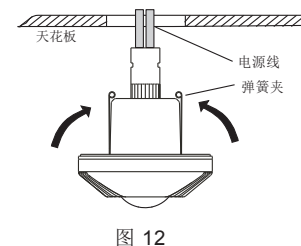

图 12
3.3.2.4 将传感器的两个弹簧夹插入钻好的孔，然后向上推 (见图 12)。
3.3.3.4 将传感器与配电箱装配到一起，再用两个螺钉加以固定（见图 12）。